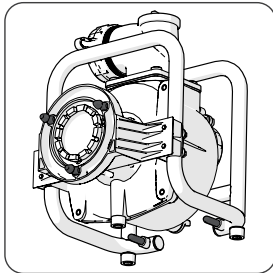

Fig 8 (3 broches de repérage et 2 broches de stabilisation mises en évidence)
- Gardez les 3 broches de fixation et les 2 broches de stabilisation propres, et une très légère couche d'huile à base de silicone peut être vaporisée de temps en temps. **(Fig. 8)**